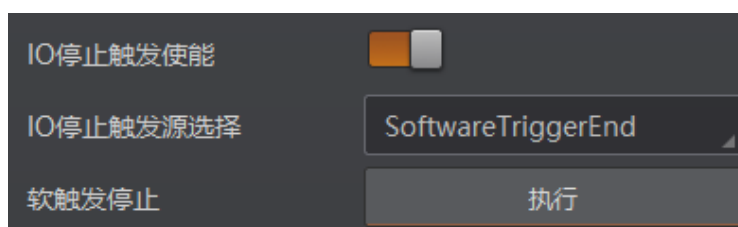

图4-62 I/O 软触发停止
- 当 IO 停止触发源选择 SoftwareTriggerEnd 时，可通过单击“执行”按钮停止触发，如图 4-62 所示。